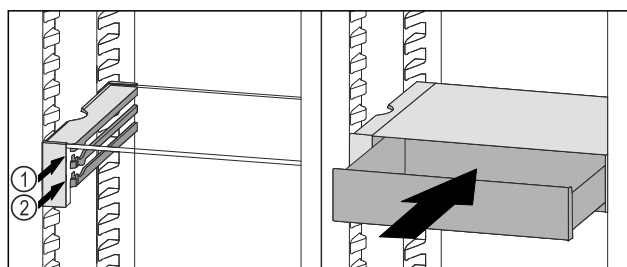

Fig. 116
- Nasadte zásuvku VarioSafe za zarážky na požadovaném žebře Fig. 116 (1) nebo Fig. 116 (2).